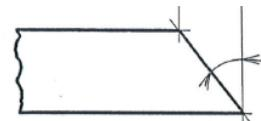

Figure 3
- L'angle de coupe a (angle formé entre le plan du coupe tube et un plan perpendiculaire à l'axe du tube) doit être inférieur à 3° (cf Figure 3)
- Assembly problems may occur in case of an inappropriate pipe cutter position. The cutting angle α , ie. the angle between the pipe cutter blade and the plane perpendicular to the pipe axle, has to be lower than 3° (cf. Figure 3).